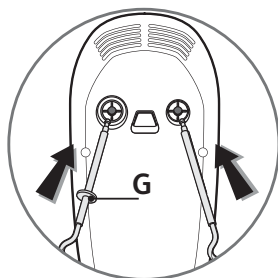

fig.1
verrouillez. **Les fouets et les malaxeurs ont une forme spécifique, le malaxeur ou le fouet avec le détrompeur (G) doit être mis à gauche, dans l'orifice le plus gros (Fig.1).**
• Utilisation sur le socle (H) : (Selon Modèle)
- Introduisez les tiges de chaque fouet (C) ou malaxeur (E) dans les orifices prévus à cet effet et verrouillez . **Les fouets et les malaxeurs ont une forme spécifique, le malaxeur ou le fouet avec le détrompeur (G) doit être mis à gauche, dans l'orifice le plus gros (Fig.1).**
- Placez le socle (H) sur le plan de travail :